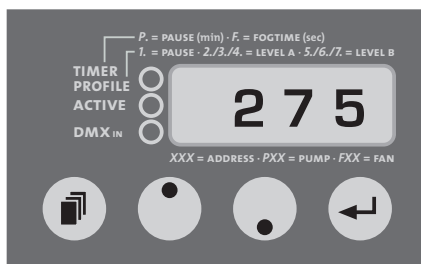

Fig 3: Réglage de l'adresse DMX
- Pressez le bouton de mode [14] sur le panneau de commande, jusqu'à ce que trois chiffres apparaissent sur l'afficheur [17] (cf. fig. 3).